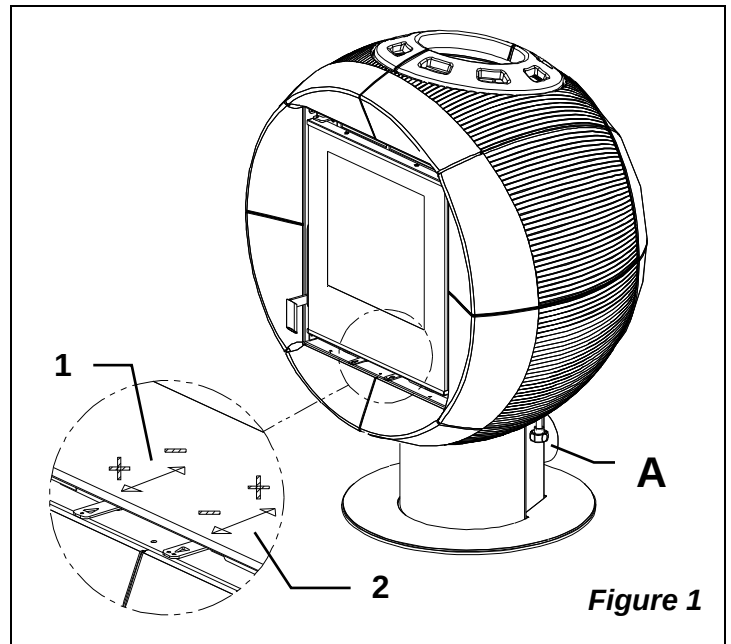

Figure 1
Caractéristique du modèle suivant est la possibilité de faire pivoter le corps de +/- 45°, par rapport à l'axe du socle, même lorsque l'appareil est en marche avec l'avantage de pouvoir le bloquer dans la position souhaitée au moyen d'une manette spécifique (Figure 1 pos. A)
Sous la porte du foyer à gauche on trouve le levier de commande du réglage de l'air primaire (Figure 1 pos 1). Avec ce réglage on modifie le passage de l'air qui entre dans la partie basse du poêle et, suivant un parcours de canaux appropriés, est conduit en direction du combustible. L'air primaire est nécessaire pour le processus de combustion en phase d'allumage. Le tiroir des cendres doit être vidé régulièrement de manière que la cendre ne puisse obstruer l'entrée de l'air primaire.
Sous la porte du foyer à droite on trouve le levier de commande du réglage de l'air secondaire (Figure 1 pos 2). L'air secondaire, en passant à l'intérieur des deux montants latéraux de la partie avant, se réchauffe et active la double combustion en permettant en même temps le nettoyage de la vitre (avec le réglage ouvert). Lorsque le levier est entièrement inséré le passage de l'air est totalement ouvert (Figure 1 pos.2).